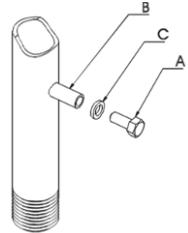

Abb. 1
a) Überprüfung des Fließdruckes (Abb. 1)